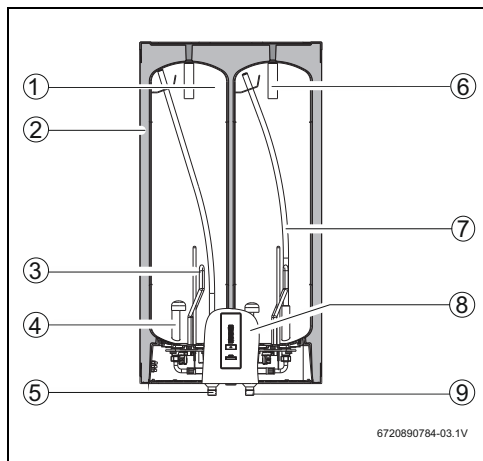

Fig. 4 Estrutura
- Identificar a tubagem de água fria e de água quente, de forma a evitar uma possível troca (Fig. 4).